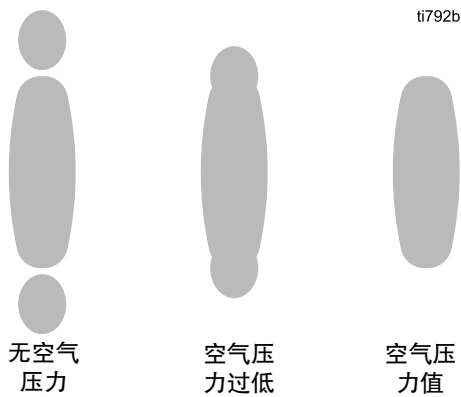

图 20: 雾化尾部
- 缓慢增加入口空气压力、直到尾部完全雾化、并进入喷型。参见图 20。